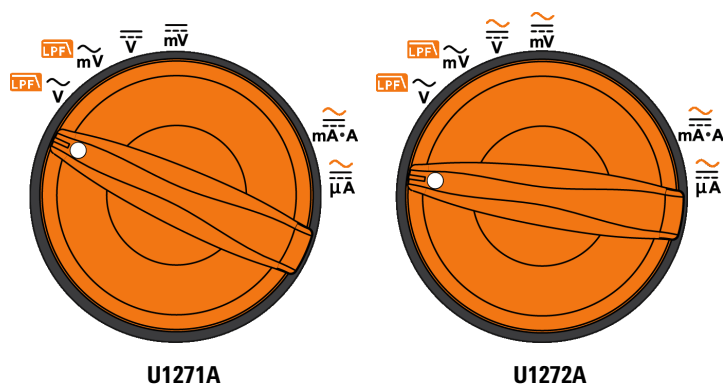

Figura 2-35 Funzioni che permettono la misurazione della frequenza
Il multimetro permette di controllare simultaneamente e in tempo reale la corrente o tensione con frequenza, duty cycle o larghezza d'impulso con misurazioni. Figura 2-35 evidenzia le funzioni principali consentendo le misurazioni di frequenza nel multimetro.
1 Per misurare la frequenza, ruotare il selettore in una delle funzioni principali per le misurazioni di frequenza evidenziate in Figura 2-35.
- 1 Per misurare l'ampiezza d'impulso, posizionare il selettore in una delle funzioni che consentono le misurazioni di frequenza mostrate in Figura 2-35.
- 1 Per misurare il duty cycle, posizionare il selettore in una delle funzioni che consentono le misurazioni di frequenze mostrate in Figura 2-35.